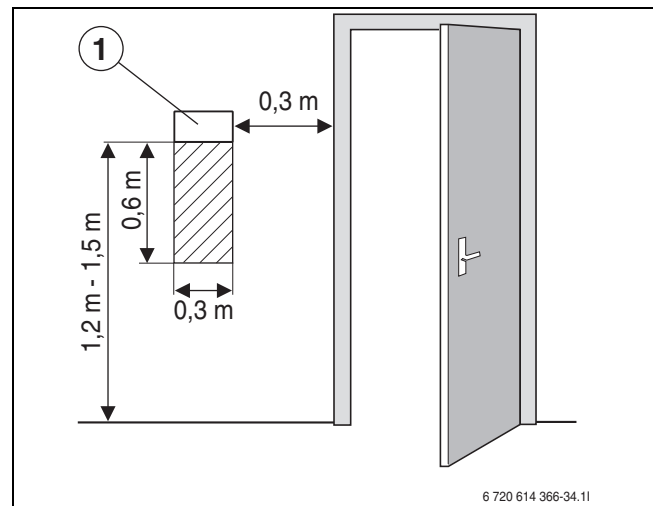

Bild 10 Empfohlener Montageort für CAN-BUS-LCD-Raumtemperaturfühler
- Ungehinderte Zirkulation der Raumluft unter dem CAN-BUS-LCD-Raumtemperaturfühler (schraffierte Fläche in Bild 10 freihalten).